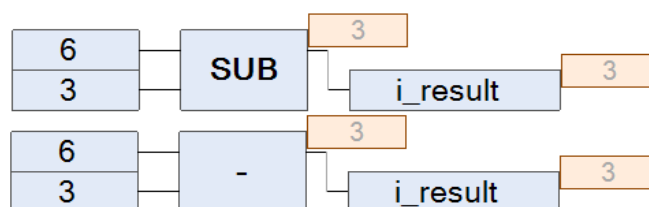

Рисунок 2.17– Арифметический оператор «Вычитание»
**Арифметическое «Вычитание».** Элемент «Вычитание» в CoDeSyS может быть представлено как в письменном виде (SUB), так и в графическом (-). В своей структуре имеет два входа и один выход (рис. 2.17). Типы входных и выходных данных, с которыми используется элемент: BYTE, WORD, DWORD, SINT, USINT, INT, UINT, DINT, UDINT, REAL и LREAL, TIME. Принцип работы следующий: уменьшаемое (верхний вход) вычитает вычитаемое (нижний вход), в итоге получаем разность чисел того же типа, что и на входе.